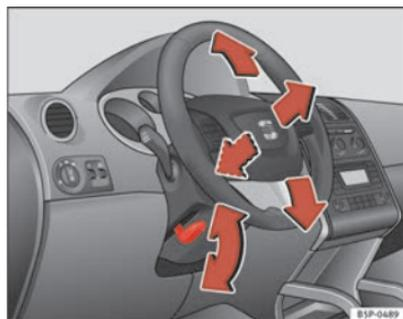

Fig. 136 Ajuste de la posición del volante
- Tire hacia abajo de la palanca ⇒ fig. 136 situada debajo de la columna de dirección ⇒ ⚠.